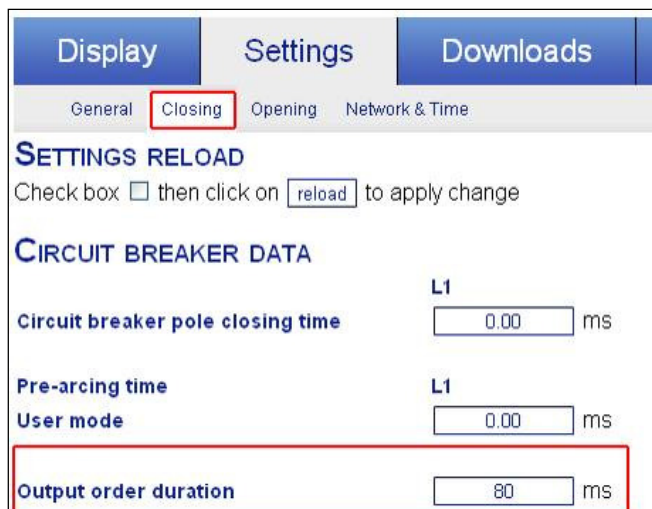

Figure 30 : Ajustement de la durée pour les 3 impulsions de commande de fermeture de sortie
**REMARQUE 3 :** quelle que soit la durée de l'impulsion de commande d'entrée tripolaire (à condition qu'elle soit suffisamment longue pour être valide), le RPH3 émet 3 impulsions de sortie avec une durée prédéfinie de 80 ms chacune, qui peuvent être ajustées par l'utilisateur final (via l'IHM web), comme illustré sur la Figure 30 ci-dessous.